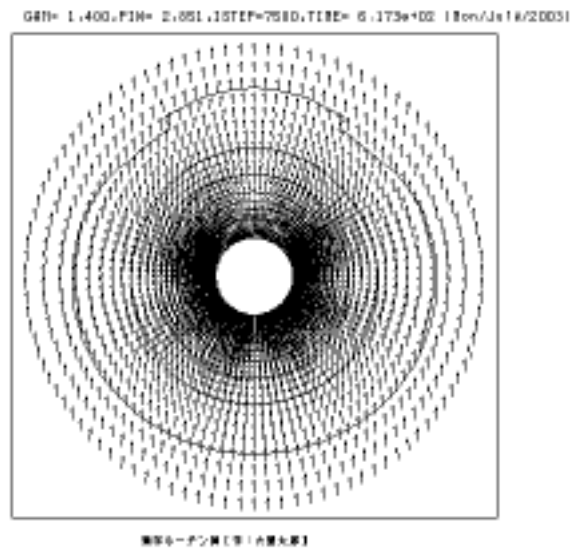

図 13. 描画の重なり
**Erase** せずに **Continue** して行くと、図は重なり合って描画されます (図 13)。